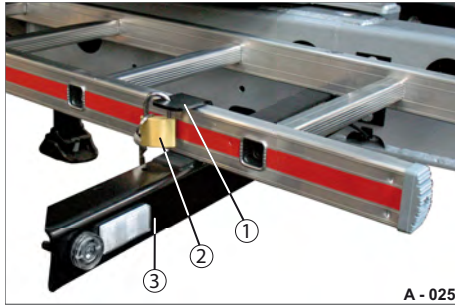
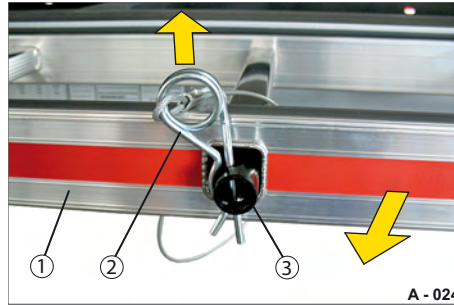

Abb. 34 Aufstiegsleiter abgeschlossen
Abb. 35 Aufstiegsleiter entsichern
- ▶ Ziehen Sie den Federstecker (Abb. 35/2) aus dem Halterohr (Abb. 35/3) heraus.
- ▶ Ziehen Sie die Aufstiegsleiter (Abb. 35/1) vorsichtig von dem Halterohr und Leuchten-Trägerarm herunter.
- ▶ Schieben Sie die Aufstiegsleiter (Abb. 35/1) vorsichtig in das Halterohr (Abb. 35/3) und legen Sie die Aufstiegsleiter auf den Leuchten-Trägerarm (Abb. 34/3) auf.